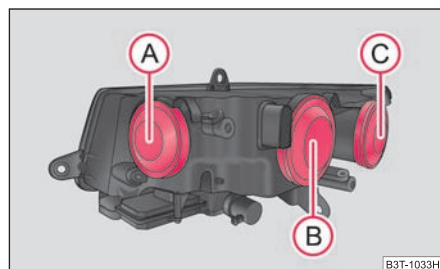

Fig. 233 Phares avant:
Positions des ampoules dans les phares avant ⇒ fig. 233.
- Enlevez le capuchon Ⓐ ⇒ fig. 233.
- Enlevez le capuchon **(B)** ⇒ page 269, fig. 233.